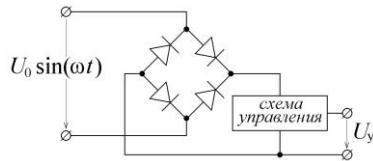

Рис. 8. Измерение параметров выходного сигнала схемы управления
3. Получив у преподавателя схему управления, собрать схему тиристорного регулятора мощности без тиристора и без нагрузки (рис. 8).